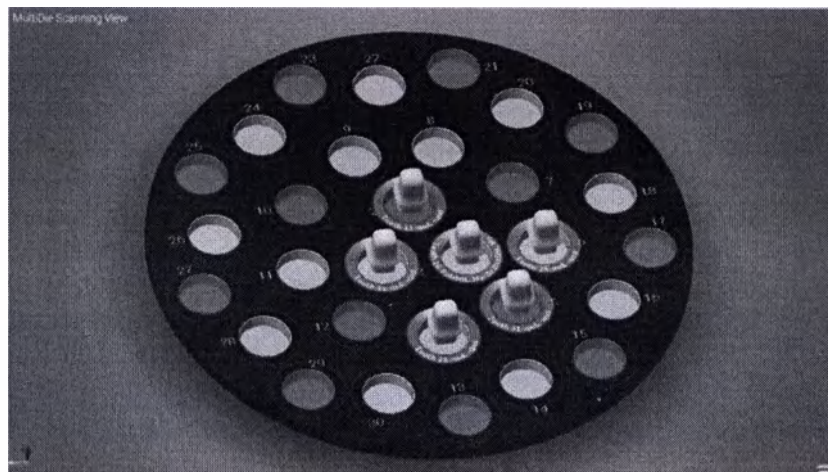

Рис. 9
3. Назначьте штампик на держателе штампиковом (рисунок 9):